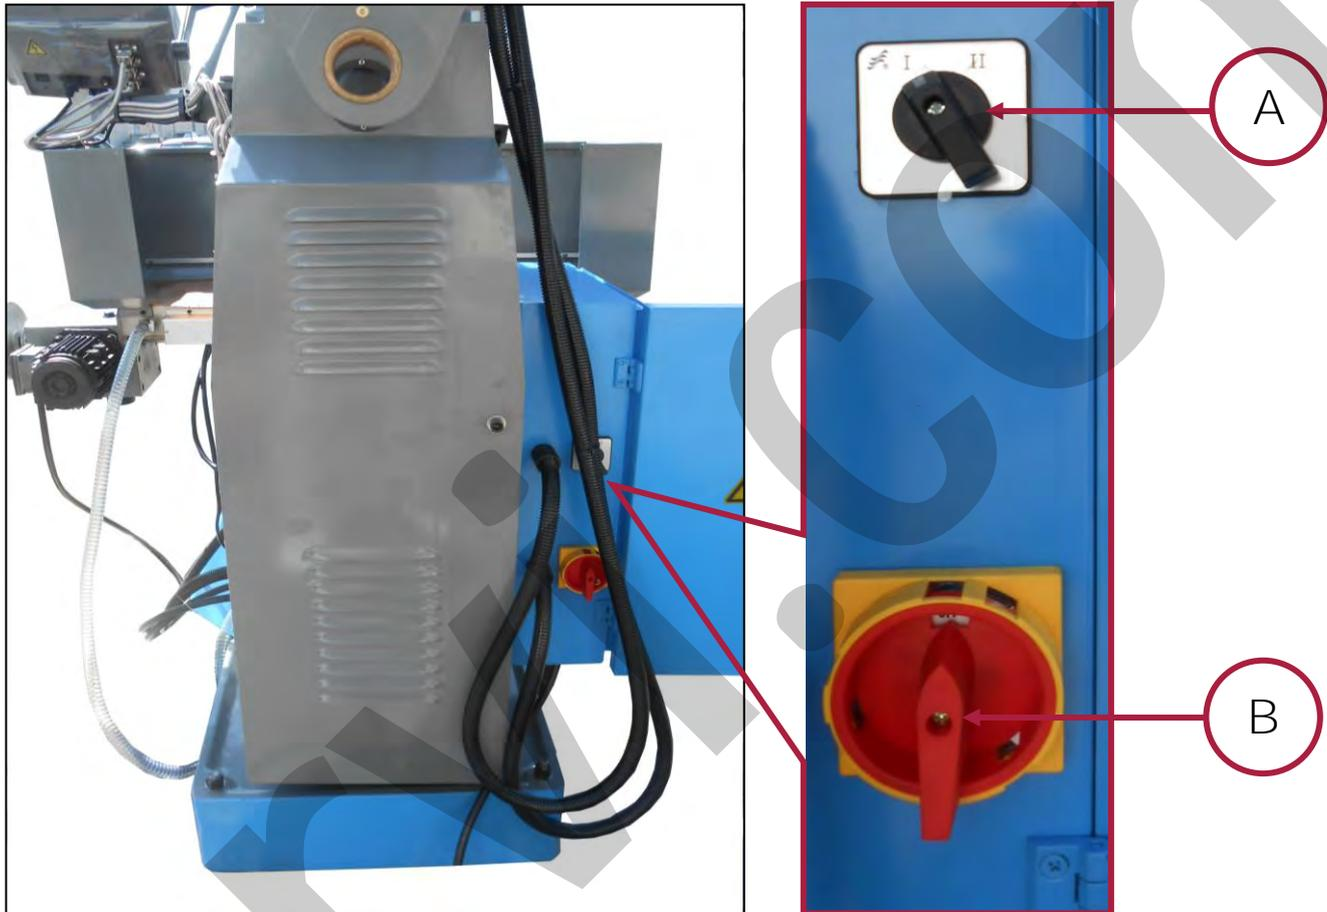

Figura 10 - Sezionatore generale dell'alimentazione elettrica e selettore di velocità.
Sul quadro elettrico della macchina, ubicato nella parte posteriore della stessa, dietro alla colonna portante, sono posizionati il sezionatore generale dell'alimentazione elettrica (Rif. B in Figura 10) ed il selettore del livello di velocità della fresatrice (Rif. A in Figura 10), che permette di variare il range delle velocità di rotazione del mandrino verticale e di avanzamento longitudinale della tavola tra un gruppo di livelli più bassi ed un gruppo di livelli più alti.
2. Posizionare il **selettore A** in Figura 10 sull'intervallo di velocità desiderato.
2. Posizionare il **selettore A** in Figura 10 sull'**intervallo** di velocità desiderato.